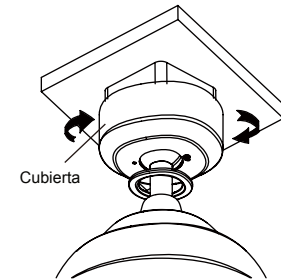

Fig. 17
Paso 1. Montar el dosel girando la ranura de la llave en el dosel sobre el tornillo del hombro en el soporte de montaje. (Fig. 17)